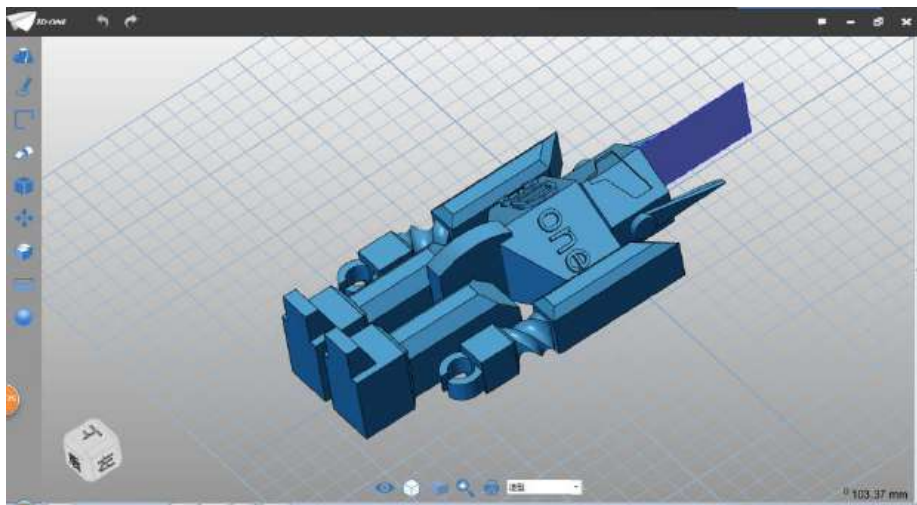

图 4-19
Step 20 布尔运算选择基体，点击确定，完成镜像，如下图 4-19 所示：